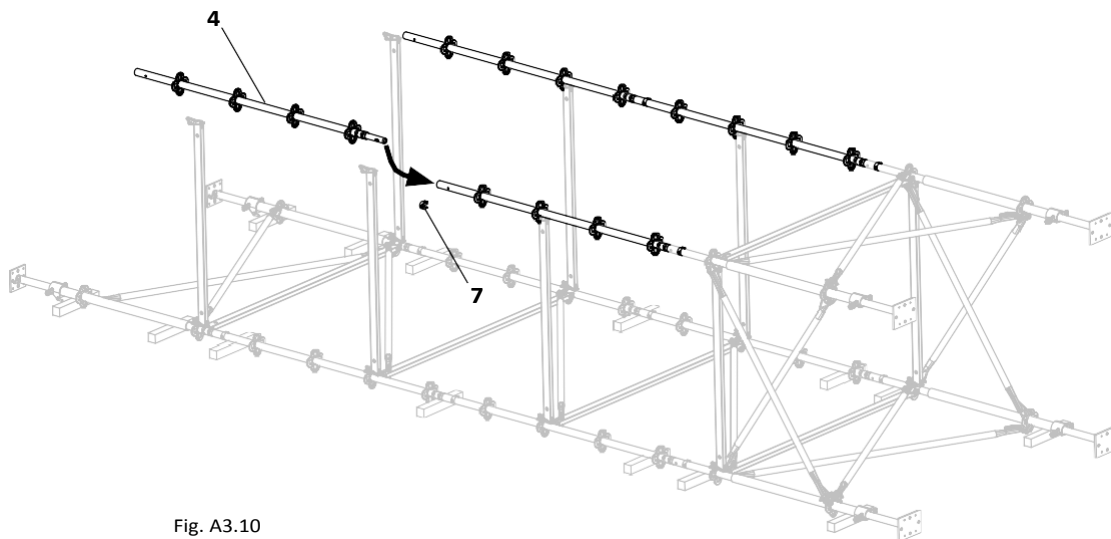

Fig. A3.10
8. Започвайки от страната на главата, закрепете стойките (4) за второто подреждане на рамката към гредите и ги осигурете с шплентове (7). (Fig. A3.10)